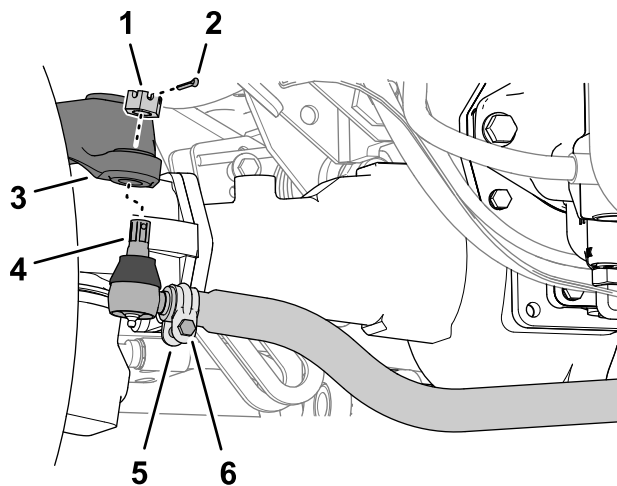

Figura 154
1. En el eje trasero, retire la chaveta y la tuerca ranurada de cualquier extremo de la biela (Figura 154).
3. Afloje las abrazaderas en ambos extremos de las bielas (Figura 154).
4. Gire la rótula retirada una (1) vuelta completa hacia dentro o hacia fuera.